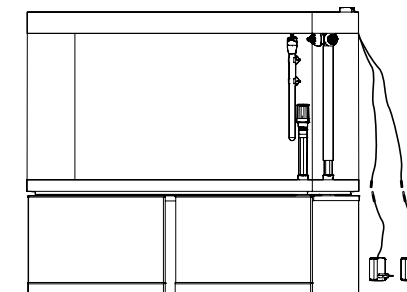

Fig. 9
- Raccorder les appareils d'éclairage aux pilotes pour DEL avec leur raccords (Fig. 9).